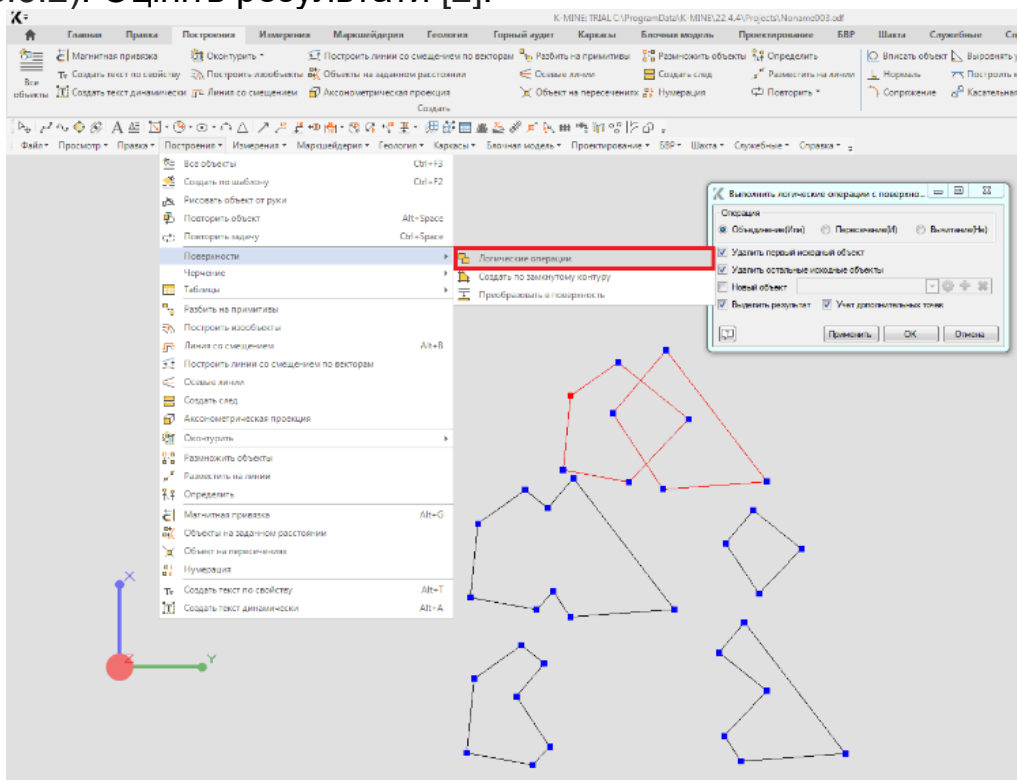

Рисунок 3.2. Приклад виконання завдання 9
9. Створіть два довільних пересічних замкнутих контури з поліліній. Виконайте логічні операції І, АБО, НЕ над даними контурами (рис.3.2). Оцініть результати [2].